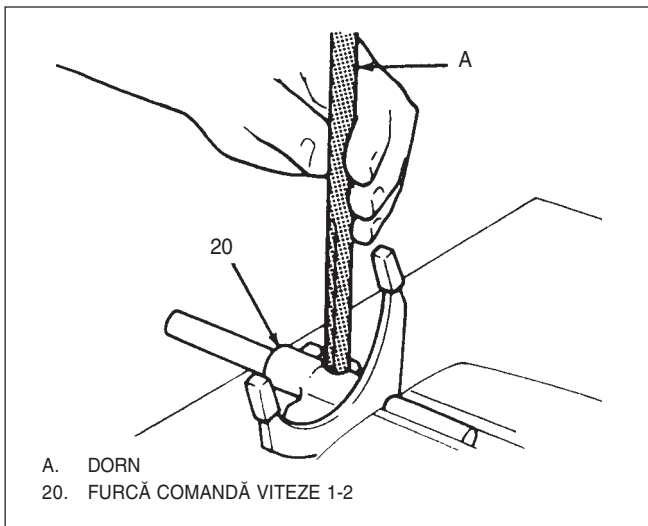
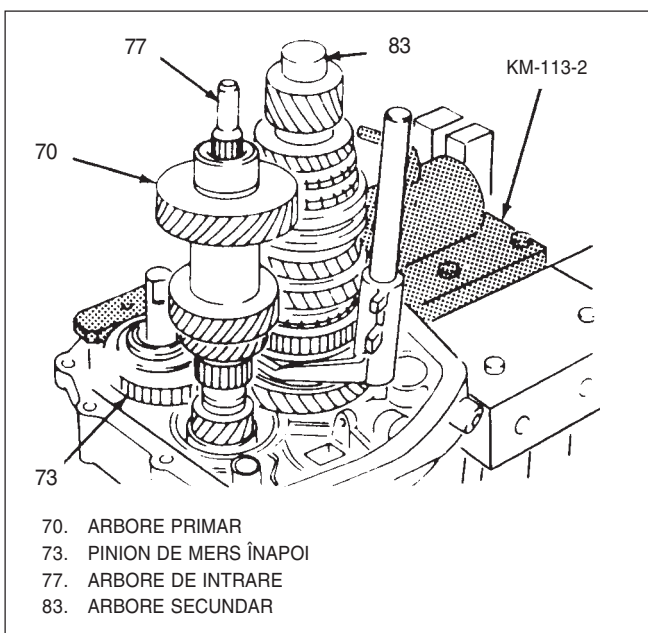
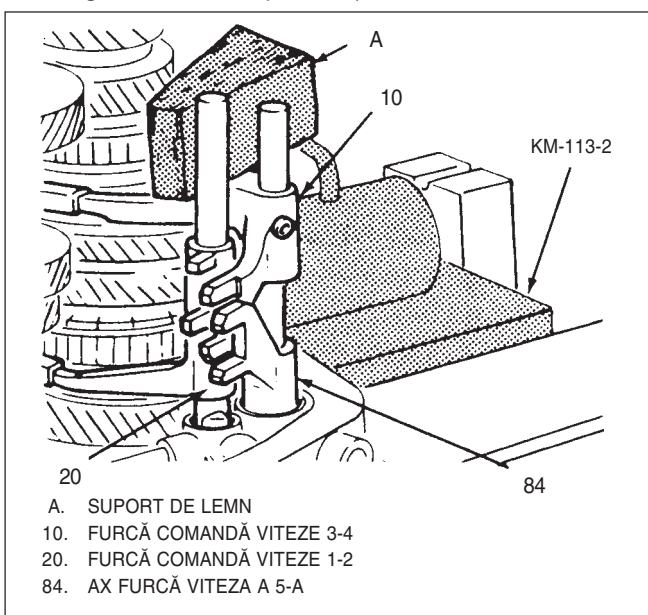

Fig. 79 Furcă comandă viteze 1-2
Fig. 80 Arborele primar și arborele secundar
Fig. 81 Știft ax furcă
- 1) Se prinde cu șuruburi placa portlagăre(36) pe suportul de fixare și se montează pe placa KM-113-2, Fig 80.
- 2) Ax pinion mers înapoi(72) și bila de zăvorâre(71) în placa portlagăre(36).
- Bila de zăvorâre(71) în gaura plăcii portlagăre(36), Fig 79.
- 3) Știfturi(9) în furca c-dă viteze 1-2(20) și în axul furcii.
- 4) Următoarele componente pe placa portlagăre(36) în același timp:
- Arbore secundar(83) cu axul furcii și furca de c-dă a vitezelor 1-2.
- Se asigură arborele secundar(83) și arborele primar(70) pe placa portlagăre(36) cu siguranțe inelare.
- 5) Se introduc ax furcă mers înapoi(75), furcă mers înapoi(76) și pinion de mers înapoi(73) pe axul pinionului de mers înapoi(72), Fig 81.
- 6) Ax furcă viteze 3-4(11) și furcă c-dă viteze 3-4(10) și știfturi(9) noi.
- Se sprijină axele cu blocuri de lemn pentru a nu fi deteriorate când se montează știfturile, Fig 81.